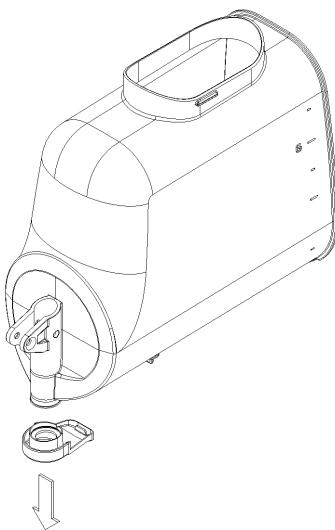

Bild 8
- 7 Den Durchflussbegrenzer des Behälters entfernen (Bild 8).
3 Den Zapfhahn gegenteilig zum Ausbau in (Bild 8) wieder am Behälter montieren.